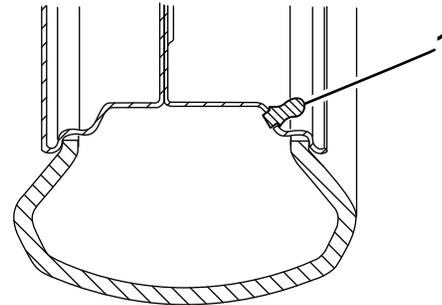

Figura 2
4. Instale el alargador de la válvula en la válvula (Figura 2).